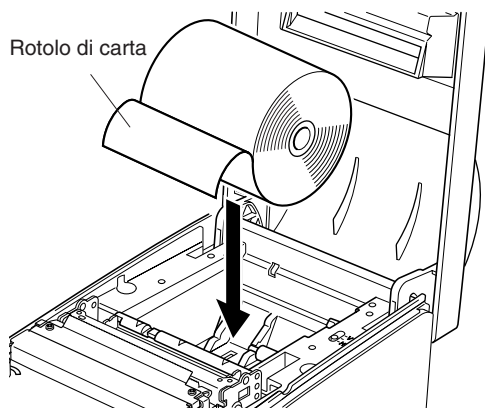

Fig. 5-5 Inserimento della carta
- ④ Osservando l'orientamento del rotolo, collocare il rotolo di carta nel vano come mostrato in Fig.5-5.
- ⑤ Inserire il bordo della carta nell'alimentatore della carta (parte di plastica nera). Se è inserito correttamente, il bordo della carta passa attraverso l'uscita della carta.
- ⑥ Inserire l'estremità superiore della carta nella fessura della barra di strappo e quindi montare il coperchio con il procedimento inverso di quello usato per aprire il coperchio al punto ① sopra.